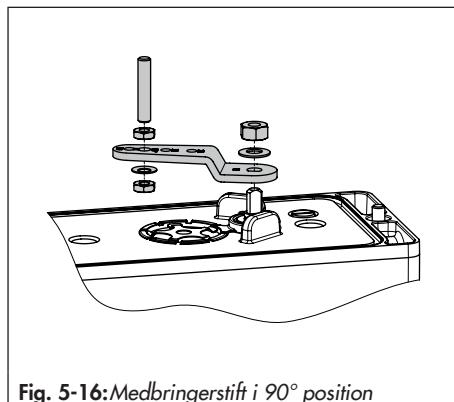
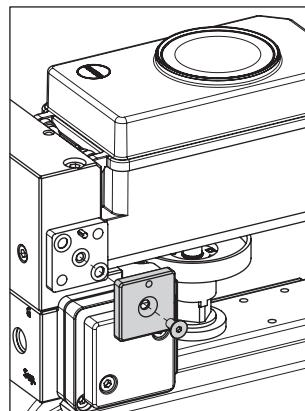

Fig. 5-16: Medbringerstift i 90° position
Fig. 5-18:Montering af drejepladen
2. Fastgør adapterblokken (1) til aktuatorens NAMUR-grænseflade med de fire spændeskruer (2).
3. Montér medbringerhjulet (3) på aktuatorens aksel. Brug den passende akselflader (se Tabel 5-9 på side 5-52).
4. Sæt adapterkonsollen (4) på adapterblokken (1), og fastgør den med spændeskruerne (5).
5. Sæt medbringerstiften i, og fastgør den i 90° positionen på positionerens arm (se Fig. 5-16). Brug kun den lange medbringerstift indeholdt i monteringssættet.
6. Ret positioneren til på adapterkonsollen (1) sådan, at medbringerstiften går i indgreb med aktuatoren medbringerhjul (3).
7. Fastgør positioneren på adapterkonsollen (4) med spændeskruerne (6).
2. Fastgør adapterblokken (1) til aktuatorens NAMUR-grænseflade med de fire spændeskruer (2). Kontrollér, at tætningerne sidder korrekt.
3. Montér medbringerhjulet (3) på aktuatorens aksel. Brug den passende adapter (se Tabel 5-9 på side 5-52).
4. Sæt adapterkonsollen (4) på adapterblokken (1), og fastgør den med spændeskruerne (5). Kontrollér, at tætningerne sidder korrekt.
5. Sæt medbringerstiften i, og fastgør den i 90° positionen på positionerens arm (se Fig. 5-16 på side 5-20).
6. Ret positioneren til på adapterkonsollen (1) sådan, at medbringerstiften går i indgreb med aktuatorens medbringerhjul (3).
8. Montér type 3710 reverseringsforstærkeren (7) sammen med de to styrebøsninger (8) og terminalpladen (9) på adapterkonsollen med de tilhørende spændeskruer (10). Kontrollér, at tætningerne sidder korrekt.
10. Montér drejepladen mærket '**Dobbelt**' til dobbeltvirkende aktuatorer eller drejepladen mærket '**PST**' til enkeltvirkende aktuatorer med testning af partiel vandring. Se Fig. 5-18. Kontrollér, at tætningerne sidder korrekt.